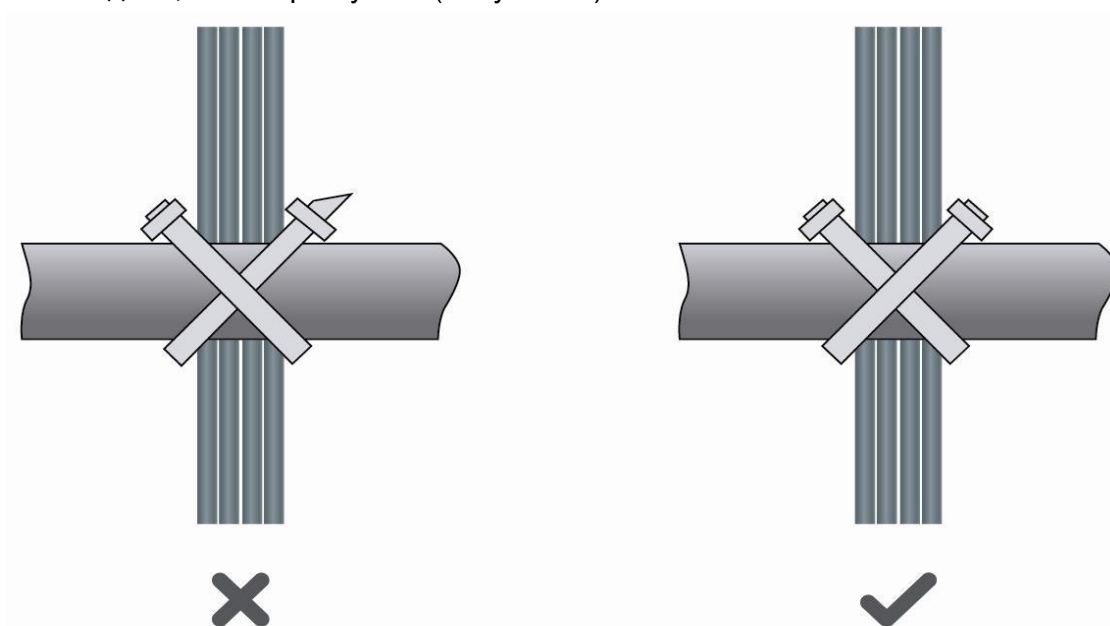

Рисунок 28. Стяжка проводов (2)
- После стяжки кабелей отрежьте оставшуюся часть хомута. Срез должен быть гладким, без острых углов (Рисунок 28).